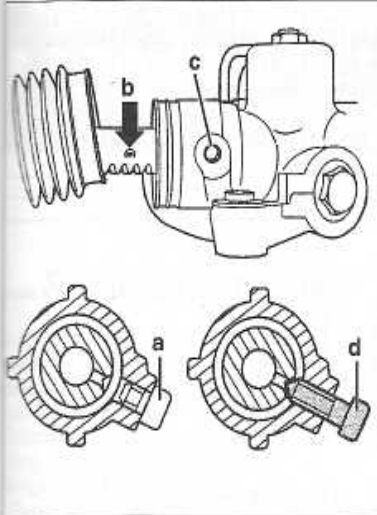

Figure 5-5
- déposer la vis (a) puis déplacer la crémaillère jusqu'à ce que le point de centrage (b) coïncide avec le taraudage (c) (figure 5-5).
- visser l'outil de calage VAG 1907 (d) (figure 5-5).
• Déposer la vis de calage VAG 1907 (b) puis remettre en place la vis (a) et la serrer au couple prescrit (figure 5-5).